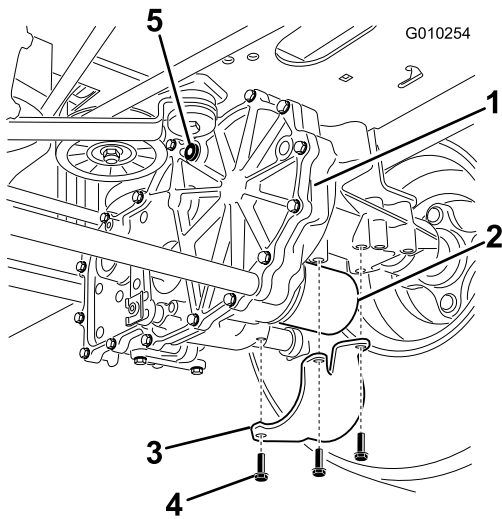

Bild 63
6. Machen Sie die Lage des Filters und der Schutzvorrichtung auf jedem Getriebeantriebssystem ausfindig (Bild 63).
7. Entfernen Sie die drei Schrauben, mit welchen die Filterschutzvorrichtung befestigt ist, und entfernen Sie diese (Bild 63).
- Bauen Sie den Filterschutz über jeden der Filter, die Sie vorher entfernt haben, aus (Bild 63).
- Verwenden Sie die 3 Schrauben zum Befestigen des Filterschutzes (Bild 63).
- Bauen Sie die Entlüftungsschraube ein (Bild 63).